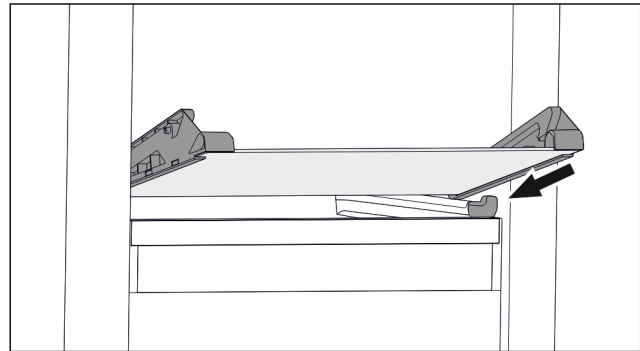

Fig. 108 Стекляннй пластина откиднйм выдвижнйм ящичка
- ▶ Наклоняя вниз, установите стекляннй пластину за стопоры. (см. Fig. 108)